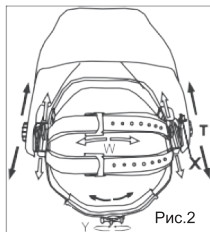

Рис.2
Настройка оголовья (рис. 2)
1. Длина прижима по окружности оголовья регулируется вращением ручки с нажатием на затылочной части оголовья «У» (рис.2). Данная процедура выполняется при надетой сварочной маске.
2. Регулировка оголовья по высоте производится ремнем, который проходит через макушку. Для этого ослабьте конец ремня, выдавив стопорный штифт из отверстия на ремне. Переместите две части ремня относительно друг друга на требуемую длину и вставьте стопорный штифт обратно «W» (рис. 2).
Ослабьте гайки-фиксаторы «Т» (рис. 2) и двигайте маску к или от вашего лица. Убедитесь, что расстояние между обоими глазами и светофильтром одинаковое.